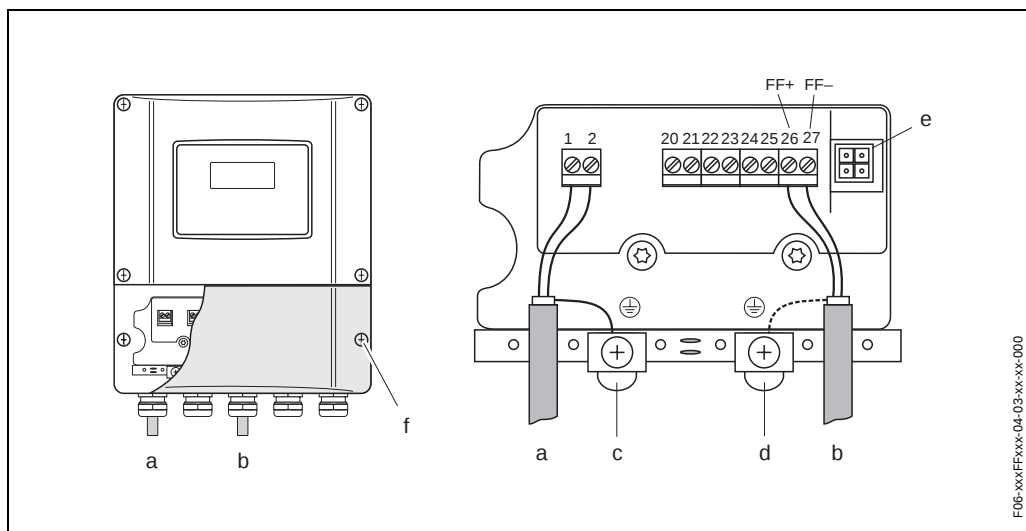

Рис. 42: Подключение преобразователя (корпус настенного исполнения), поперечное сечение проволоки: макс. 2.5 мм²
Процедура (см. Рис. 42):
– Схема подключения (корпус настенного исполнения) → Рис. 42